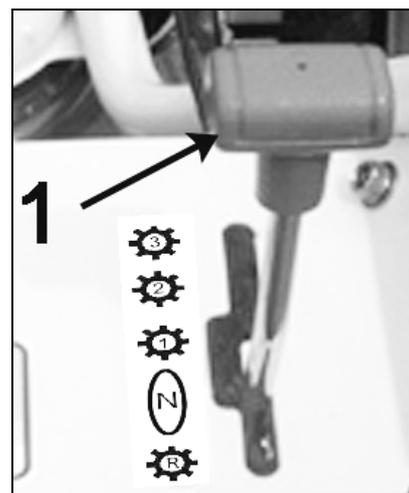

Figure 3
Il permet de sélectionner la vitesse d'avancement (figure 3, repère 1). La position (N) correspond au point mort. Placez le levier sur 1 lorsque la hauteur des broussailles est importante. Placez le levier sur 2 quand la hauteur des broussailles est faible et enfin sur 3 pour le déplacement de la débroussailleuse. Pour reculer, amenez le levier à fond vers vous (position R).